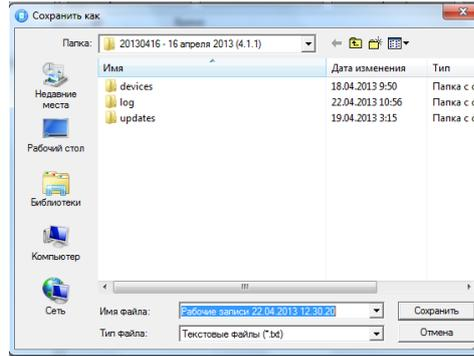

Рис. 51 Окно сохранения журнала событий
- ✓ В открывшемся окне (рис. 51) укажите директорию сохранения файла и нажмите *Сохранить*.